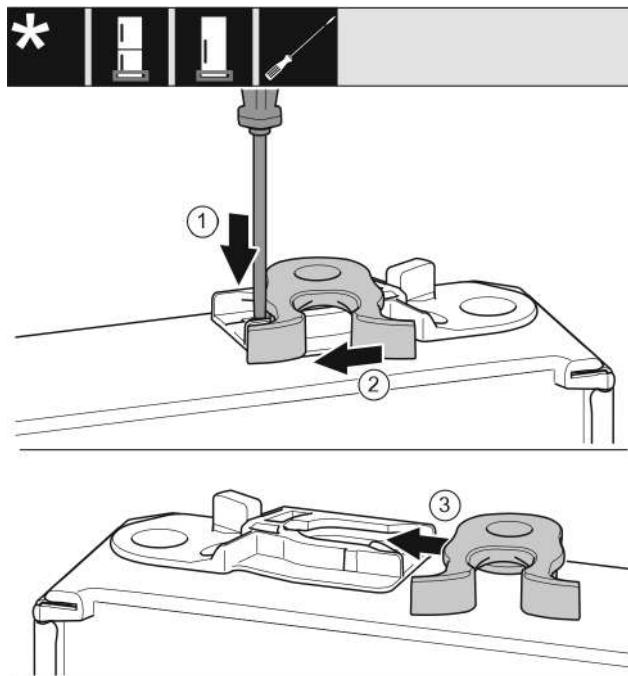

Fig. 39\*
- ▶ Presione hacia atrás la pestaña Fig. 39 (1) con el destornillador de punta ranurada.\*
- ▶ Retire el gancho de cierre Fig. 39 (2) de la guía.\*
- ▶ Deslice el gancho de cierre Fig. 39 (3) hacia la guía sobre el lado opuesto.\*